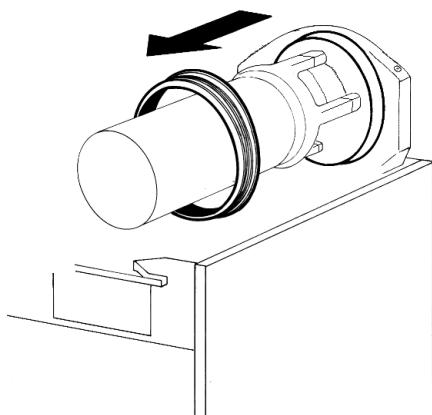

figura 10
- 5 Quitar de su alojamiento la junta del contenedor (ver figura 10).